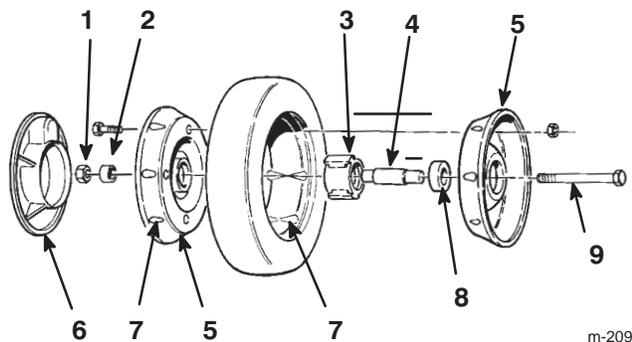

Figure 35
5. Retirez le boulon à tête, la bague d'espacement et le contre-écrou qui fixent la roue au bras d'articulation (Fig. 35).
6. Séparez du pneu les deux moitiés de la roue en retirant les 4 boulons à tête et leurs contre-écrous (Fig. 35).
7. A l'aide de 2 boulons entièrement filetés (1/4-20 x 1,50") et d'écrous non-bloquants, réunir les deux moitiés de roue sans les serrer. Installez les vis ou les boulons dans les trous opposés (Fig. 35).
8. Installez et serrez les 2 boulons et les 2 contre-écrous enlevés auparavant dans les trous libres des demi-roues. Retirez les 2 boulons longs et remplacez-les par 2 boulons et 2 contre-écrous (Fig. 35).
9. Posez la roue sur le bras d'articulation à l'aide des boulons, d'une entretoise et d'un contre-écrou. Vérifiez si la bague est bien placée entre le moyeu de la roue et le bras de pivot (Fig. 35).
3. Retirez le boulon à tête, la bague d'espaceur et le contre-écrou qui fixent la roue au bras d'articulation (Fig. 35).
- Séparez du pneu les deux moitiés de la roue en retirant les 4 boulons à tête et leurs contre-écrous (Fig. 35).
Remarque : Pour extraire les roulements du moyeu, appuyez sur la douille d'écartement des roulements (Fig. 35).
- Posez le pneu sur une des demi-roues, en faisant correspondre les reliefs (Fig. 35).
- Placez l'ensemble roulement/moyeu dans le trou central de la moitié de roue. Les ailes du moyeu doivent reposer sur le flasque de l'ouverture (Fig. 35).
- Posez l'autre demi-roue sur l'ensemble moyeu/roulement en faisant correspondre les trous et les reliefs de la roue et du pneu (Fig. 35).
- A l'aide de 2 vis ou boulons entièrement filetés de 6 x 38 mm et d'écrous non bloquants, assemblez les demi-roues sans les serrer. Installez les vis ou les boulons dans les trous opposés (Fig. 35).
- Contrôlez l'alignement de toutes les pièces et serrez les vis en alternance d'un côté et de l'autre pour assurer un serrage uniforme, jusqu'à ce que les demi-roues soient réunies (Fig. 35).
- Installez et serrez les 2 boulons à tête et les 2 contre-écrous enlevés auparavant dans les trous libres des demi-roues. Retirez les 2 longs boulons ou vis et les remplacer par 2 boulons à tête et contre-écrous (Fig. 35).
- Posez la roue sur le bras d'articulation à l'aide des vis, d'une entretoise et d'un contre-écrou. Vérifiez si la bague est bien placée entre le moyeu de la roue et le bras de pivot (Fig. 35).